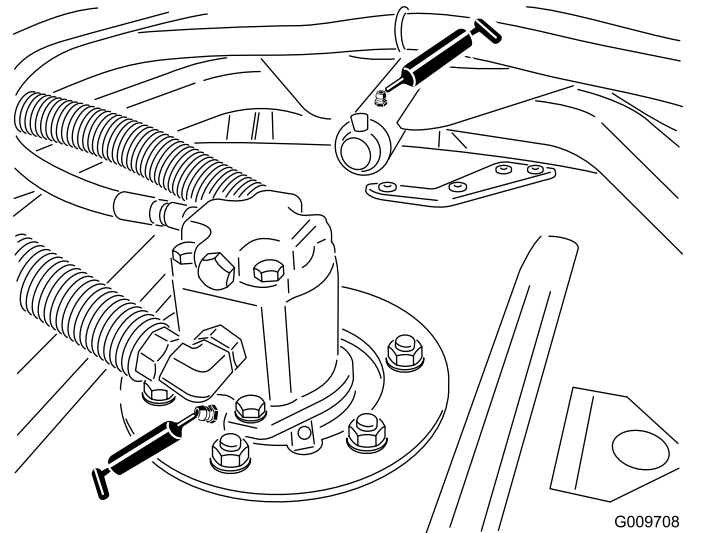

Bild 26
- Spindelwellenlager des Mähwerks (1 pro Mähwerk) (Bild 26)
- Trägerrahmenarmbüchsen des Mähwerks (1 pro Mähwerk) (Bild 26)